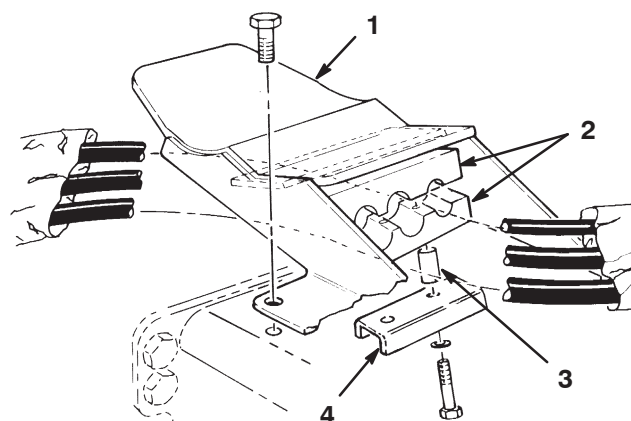

Figura 7
1. Fissate i flessibili idraulici, senza stringerli, sotto ogni staffa di ribaltamento, utilizzando le fascette stringitubo, i distanziali, la piastra di bloccaggio, le rondelle elastiche di sicurezza e le viti a testa cilindrica, come illustrato nella Figura 7.